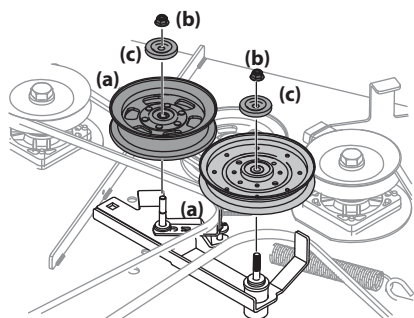

Figure 4-23
3. Pour retirer les deux poulies de tension (a), enlevez les écrous autobloquants à bride (b) et les capuchons (c) qui les fixent au plateau de coupe et au bras de renvoi. Voir Figure 4-23. Veillez à ne pas perdre la boulonnerie lorsque vous retirez les écrous autobloquants à bride (b).